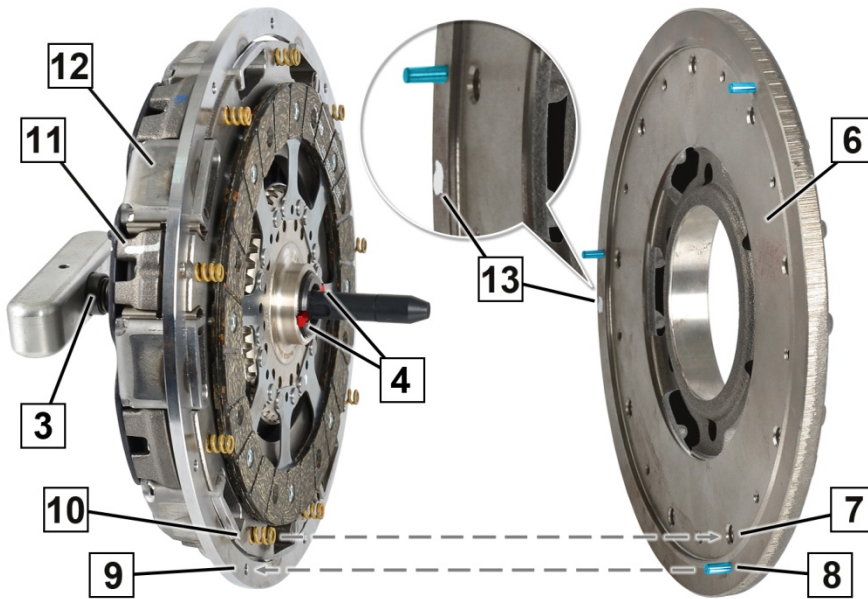

Fig. 4: Orienter les composants avant le montage
6. Orienter (fig. 4) l'embrayage bi-disque (12) au niveau du volant bi-masse (6) :
- Le marquage (11) au niveau de l'embrayage bi-disque et le marquage (13) au niveau du volant bi-masse doivent être phasés à 180°.
- Les axes de centrage (8) doivent être alignés avec les alésages (9) appropriés.
- Les ressorts hélicoïdaux (10) doivent être alignés avec les alésages (7) appropriés.